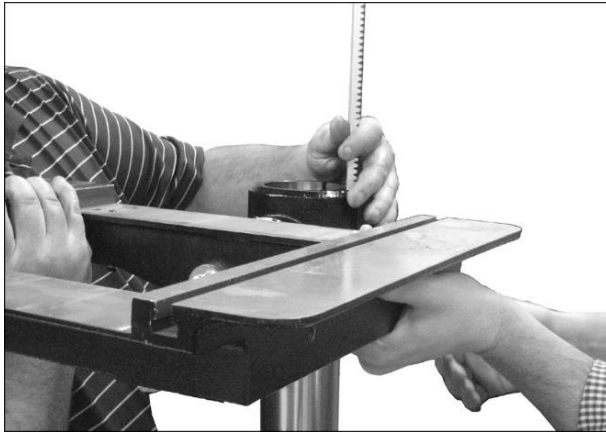

Рис. 6-4
7. Вставьте рейку (Рис. 6-4) в паз кронштейна стола так, чтобы зубья рейки вошли в зацепление с зубьями червяка.